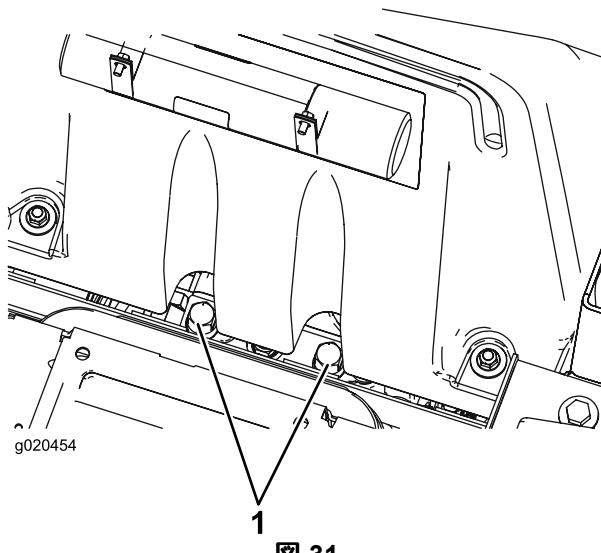

図 31
1. 運転席を倒す。バイパスバルブは燃料タンク前部の下にある図 31。